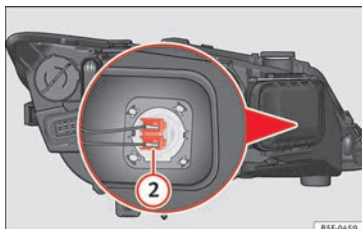

Fig. 108 Lámpara de luz de carretera.
- Presione lateralmente el conector » fig. 108 ② a la izquierda o derecha y tire.